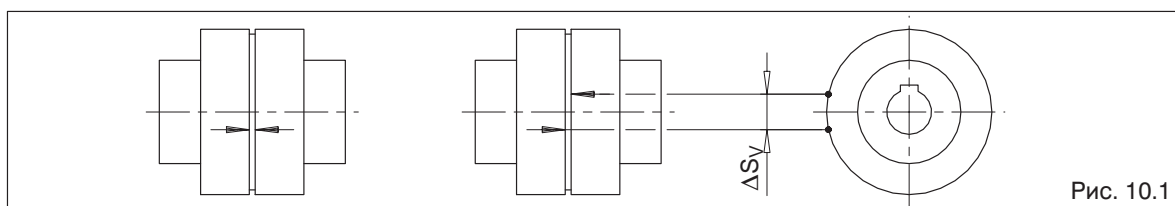

Рис. 10.1
Если для эксплуатации муфты повышенный зазор муфты не будет являться недостатком, то гибкие пакеты (12) могут оставаться в эксплуатации до тех пор, пока не будет достигнут определенный предел износа для их замены. Для оценки износа, в таблице 10.1а или соотв. в таблице 10.1b приводится разрешенный люфт кручения, перерассчитанный на размер хорды ΔS_V у внешнего диаметра муфты. Для определения размера ΔS_V нужно повернуть муфтовую часть без момента вращения вплоть до упора и нанести на муфтовую часть метку (смотри рис. 10.1). Путем поворачивания муфтовой части в противоположную сторону вплоть до упора метки расходятся. Расстояние между метками является хордовым размером ΔS_V . Если размер ΔS_V превышает приведенное в таблице 10.1а или соотв. в таблице 10.1b значение, то нужно заменить пакет (12).